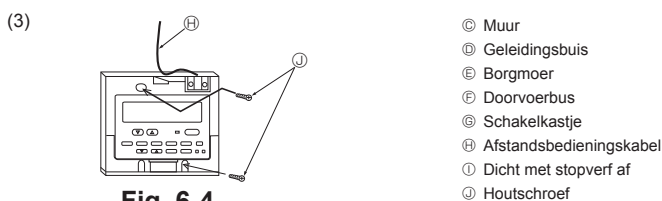

Fig. 6-4
(3) Voor montage direct op de muur (Fig. 6-4)